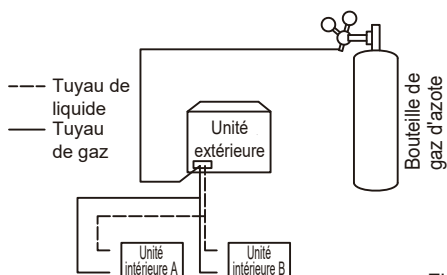

Figure 5.27
4. Utilisez des bouchons pour boucher toutes les ouvertures du côté liquide (gaz), à l'exception de l'ouverture de l'unité intérieure qui est la plus éloignée des unités extérieures (« Unité intérieure A » à la Figure 5.27).
8. Rincez les autres ouvertures de la même manière, en commençant par l'unité intérieure A vers les unités extérieures. Reportez-vous à la Figure 5.27.